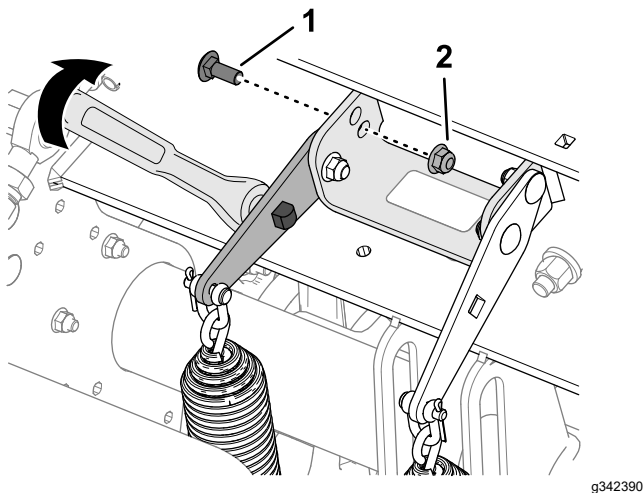

**Figura 110**
4. Inserite un cricchetto da 1/2" o una barra idonea nel foro quadrato della foglia della piastra di tensione della molla (Figura 110).